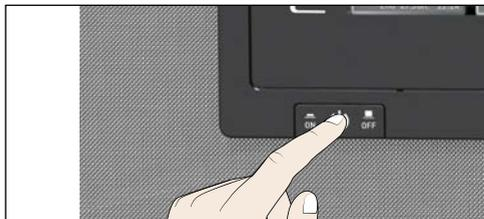

Рис. 18 Выключите устройство
3. Выключите устройство при помощи главного выключателя (Рис. 18)